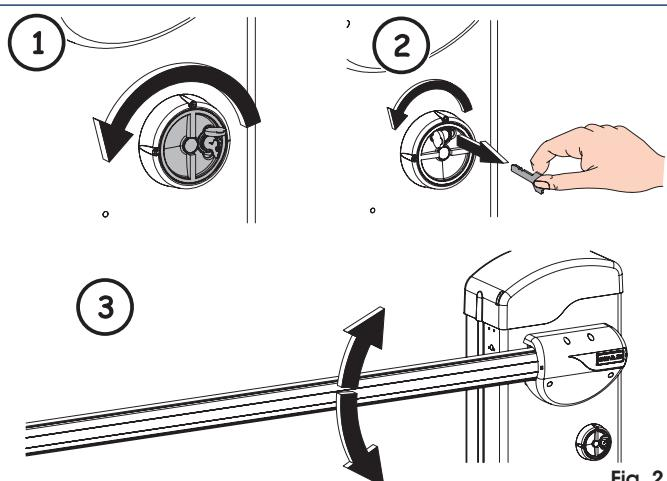

Fig. 2
- Ruotare il dispositivo di sblocco in senso antiorario sino al suo arresto, Fig. 2 rif. ①.
- Ruotare la chiave in senso antiorario sino al suo arresto ed estrarla, fig. 2 rif ②.
- Muovere manualmente l'asta sino al suo arresto, fig. 2 rif. ③.